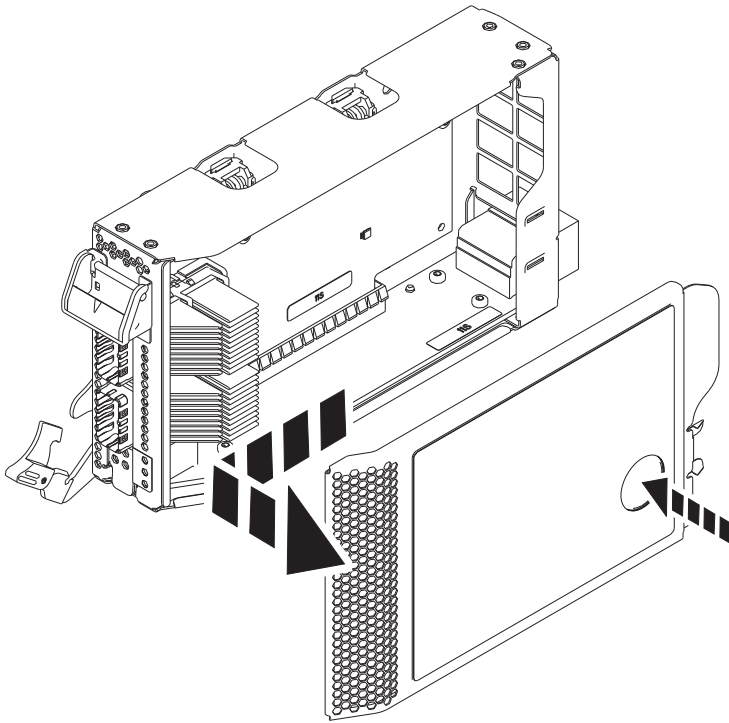

Figura 3. Extracción de la cubierta de la casete de adaptador PCIe
- a. Presione el botón de terracota de la cubierta de la casete como se muestra en la Figura 3 para desenganchar la cubierta de la casete.